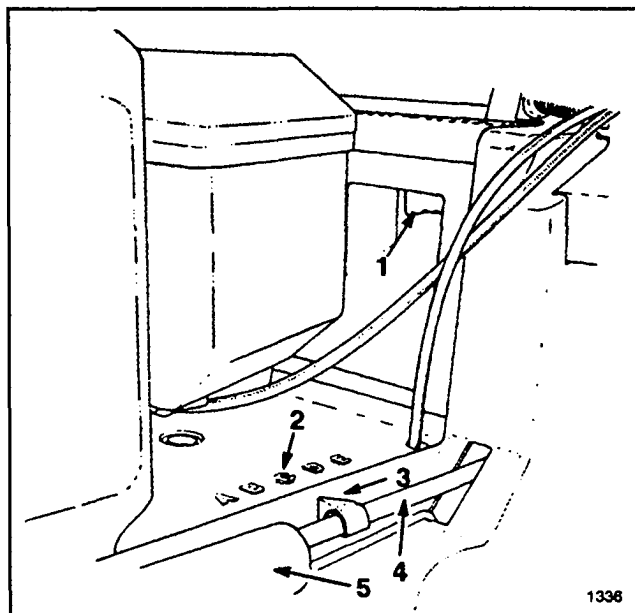

Abbildung 12
2. Den Hebel für die schnitthöheneinstellung mit einem oder zwei Fingern drücken (Abb. 12).